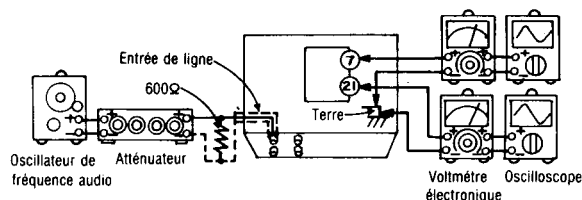

Fig. 12
1. Le raccordement de l'équipement d'essai est montré à la Fig. 12.
3. Régler avec l'atténuateur de telle sorte que la puissance de sortie entre la borne ⑦ de IC401 (canal de gauche) [IC402 (canal de droite)] et la masse soit de 12,3 mV.